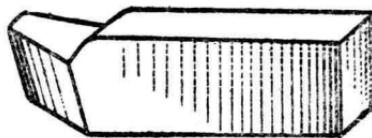

图6 单齿插刀。
**1 选择刀具** 插正齿轮和螺旋齿轮的时候，一般多用图6所示的单齿插刀。单齿插刀还分为粗插刀和精插刀两种。粗插刀是荒插齿槽用的，精插刀是最后修整齿形用。这两种刀子不同的地方，是粗插刀的刀齿磨得比精插刀的狭一些。